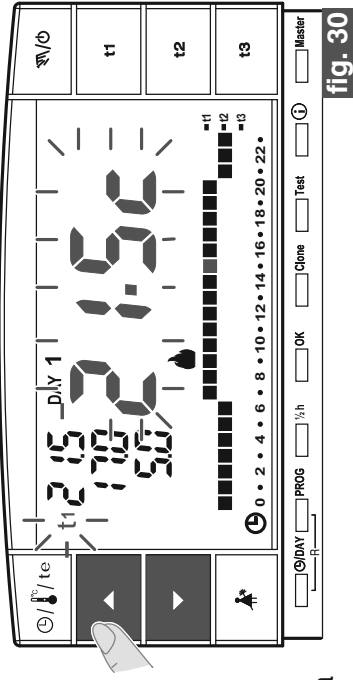

fig. 30
• Tramite i tasti   impostare il valore di limitazione della temperatura (esempio in fig. 30).